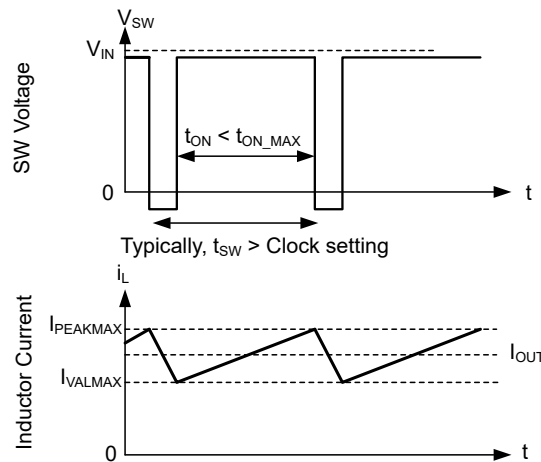

图 7-13. 电流限值波形
当低侧 (LS) 开关接通时，也会检测和监控流经该开关的电流。与高侧器件一样，低侧器件具有由内部误差放大器环路命令的关断功能。对于低侧器件，即使振荡器正常启动一个新的开关周期，也会在电流超过此值时阻止关断。与高侧器件一样，关断电流的高低也受到限制。该限值在图 7-13 中称为低侧电流限值  $I_{VALMAX}$ 。如果超出低侧电流限值，低侧 MOSFET 将保持导通状态，高侧开关不会导通。一旦低侧电流降至此限值以下，低侧开关就会关断，并且只要自高侧器件上次导通后至少经过一个时钟周期，高侧开关就会再次导通。